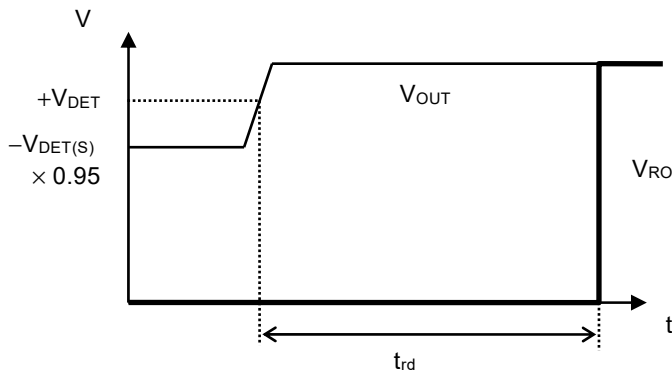

图5 解除延迟时间
*3. 从VOUT超过解除电压值开始，到实际RO端子的输出开始反转为止的时间 (参阅图5)。此值可以通过解除延迟时间、监视时间调整电容器 (C_{DLY}) 电容值进行更改。